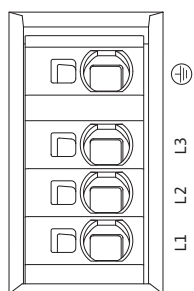

Fig. 31: Effektklemmer (nettilslutningsklemmer)
- Effektklemmer (nettilslutningsklemmer) (fig. 31)